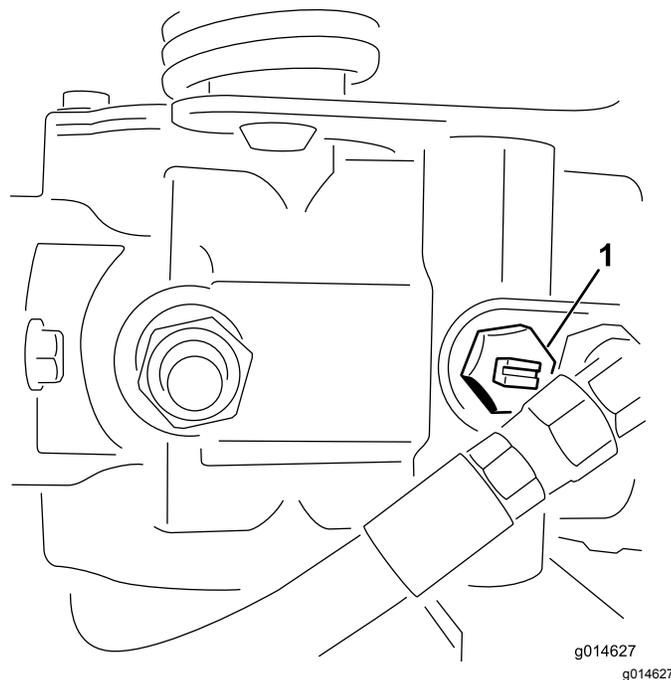

Figure 23
1. Localisez la vanne de dérivation sur la pompe et tournez-la jusqu'à ce que la fente soit verticale (Figure 23).
2. Avant de mettre le moteur en marche, fermez la vanne de dérivation (fente horizontale) (Figure 23).